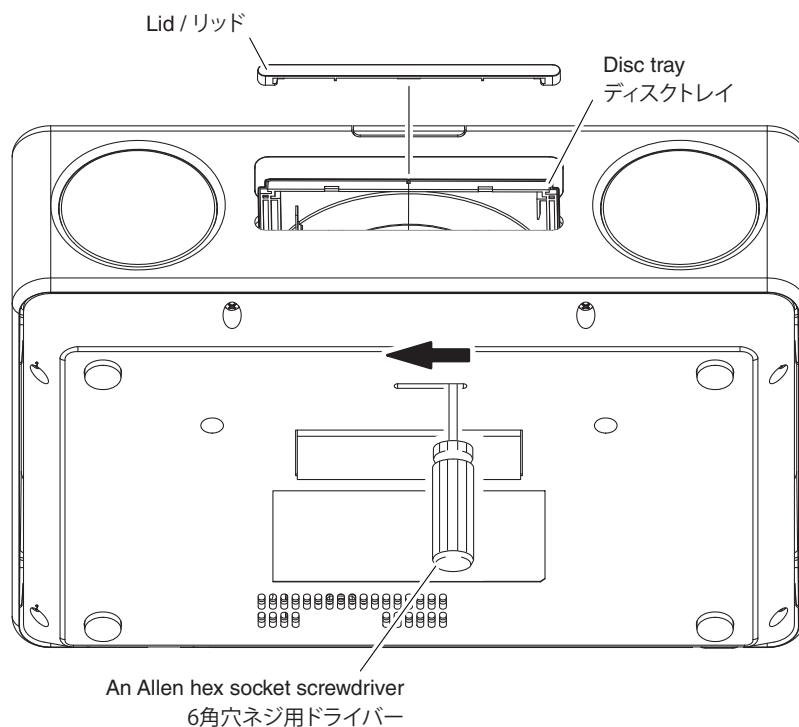

Fig. 1
- Using an Allen hex socket screwdriver (2.5 mm), move the slider in the direction indicated in the figure below until the disc tray comes out. (Fig. 1)
- 六角穴ネジ用ドライバー（2.5 mm）で、スライダーを図に示す矢印の方向に、ディスクトレイが出てくるまで、動かします。（Fig. 1）
- Open the disc tray, remove the lid and close the disc tray. (Fig. 1)
- ディスクトレイを開き、リッドを外し、ディスクトレイを閉じます。(Fig. 1)